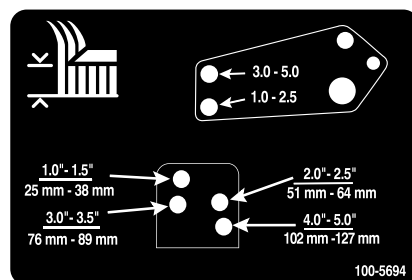

Figure 25
10. Alignez les trous de la biellette d'amortisseur et ceux du support de hauteur de coupe sélectionnés dans le cadre du plateau de coupe, puis insérez les axes de chape et posez les goupilles fendues (Figure 25).